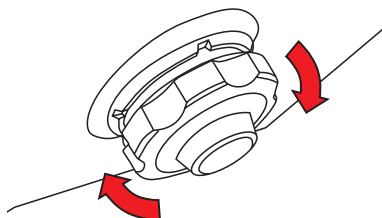

Fig.3
- a) Togliere il dispositivo dalla sacca di trasporto (M),
- c) verificare che il posizionamento delle fettucce (C e E) sia idoneo alla statura/corporatura del paziente. Le asole di collegamento numerate (F1) semplificano l'allineamento della fascia ventrale (G),
- d) verificare che la valvola (I) sia chiusa (avvitata in senso orario) - fig. 3,